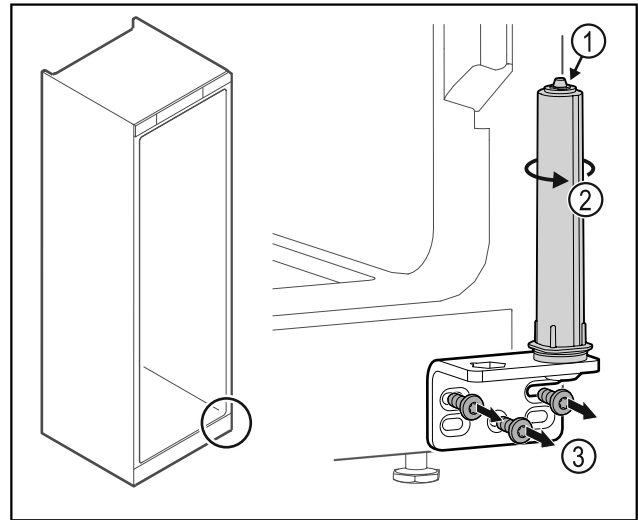

Fig. 36
▶ Не розбирати систему закриття дверей Fig. 36 (1).
- ▶ Повертати систему закриття Fig. 36 (2) до клацання.
- ▶ Відкрутити шарнірний кутик Fig. 36 (3).